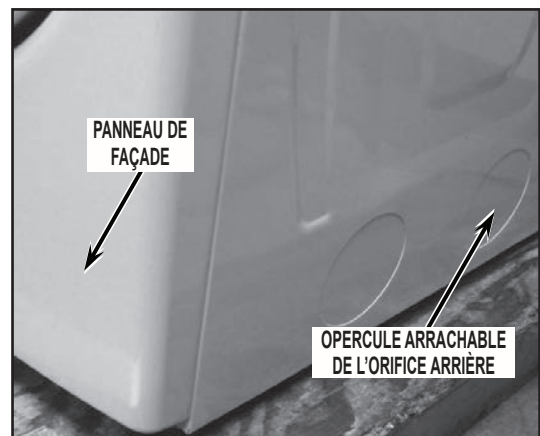

FIGURE 32
- Faisant face à l'appareil, examiner la partie inférieure du panneau latéral de droite. S'il y a deux orifices de sortie obturés par un opercule arrachable, **ARRACHER UNIQUEMENT L'OPERCULE ARRACHABLE DE L'ORIFICE ARRIÈRE**. Voir la *Figure 32*.